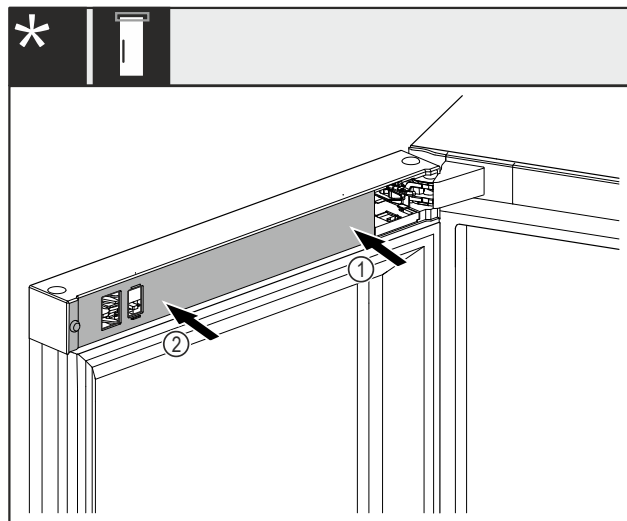

Fig. 46
- ▶ Установите крышку Fig. 46 (1) сначала на стороне опорного кронштейна и зафиксируйте ее.
- ▶ Установите крышку Fig. 46 (2) на внешней стороне и зафиксируйте ее.